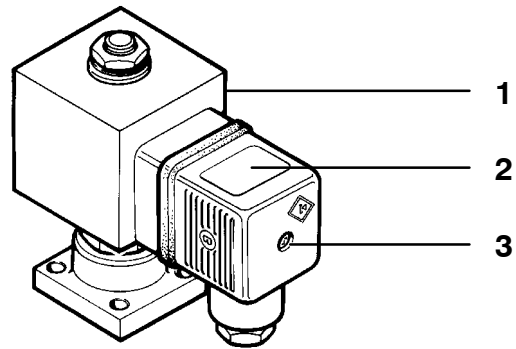

Abb. 18 Magnetventil-Stecker
- Bei der Erstinbetriebnahme, bzw. bei Inbetriebnahme nach Wartungsarbeiten, Kompressor bei geöffneten Kondensatablaßventilen 10 Minuten laufen lassen, um eine einwandfreie Schmierung aller Teile vor Druckaufbau sicherzustellen. Bei Anlagen mit Kondensat-Ablaufautomatik, Schraube (3, Abb. 18) lösen und Stecker (2) von der Magnetventilschraube (1) abziehen